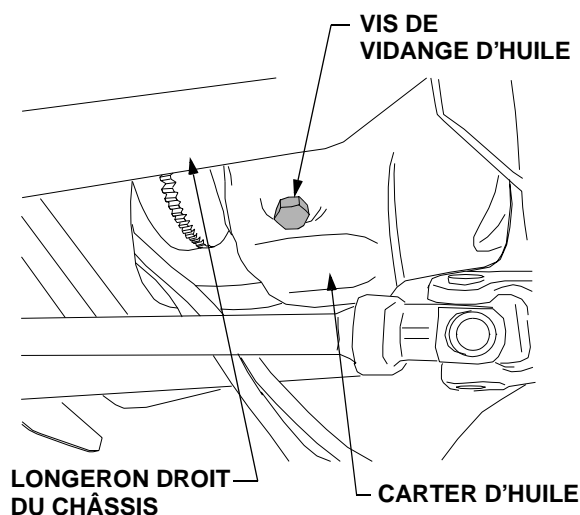

Figure 54
- Localisez la vis de vidange. Elle se trouve sur le côté droit du moteur (Voir la Figure 54). Placez un récipient approprié sous la vis de vidange pour récupérer l'huile usagée.
- Revissez la vis de vidange contre le carter du moteur puis essuyez toute tache d'huile restante. Voir la Figure 54.